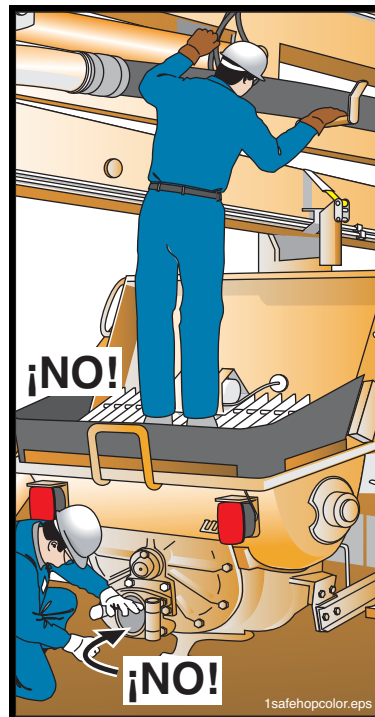

Figura 25
- 8.2 **⚠️ ADVERTENCIA** ¡Peligro de aplastamiento y de amputación! **¡Nunca ponga las manos ni ninguna otra parte del cuerpo dentro de la válvula de concreto!** En vez, utilice chorros de agua y el rastrillo provisto (Figura 25).
- 8.3 **⚠️ ADVERTENCIA** **Nunca ponga las manos ni cualquier otra parte del cuerpo dentro de la máquina cuando el sistema hidráulico esté en funcionamiento.** Si debe quitar la rejilla para romper el concreto seco, primero deberá desactivar el sistema sacando la marcha de la transmisión y bloqueando la puerta de la cabina, o deteniendo el motor, purgando la presión del circuito del acumulador (si tiene uno) y trabando los controles contra el funcionamiento involuntario. Instale nuevamente la rejilla antes de volver a poner en funcionamiento el motor (Figura 25).